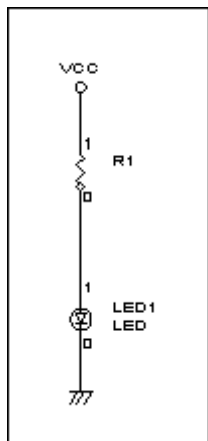

図7
1. 図7は、よく使われる抵抗器を挿入した回路です。
上:図5 右:図6 右下:図7